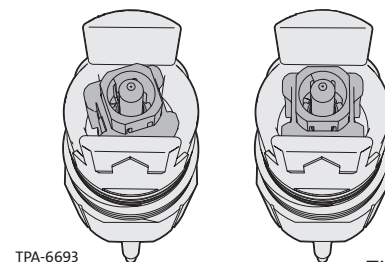

Figure 16
Étape 3 : après l'étape 2, il se peut que le connecteur ne soit pas parfaitement aligné dans le corps de l'adaptateur (Figure 16, à gauche). Les côtés plats du connecteur doivent être parallèles aux côtés plats à l'intérieur de l'adaptateur. Dévisser le boîtier de l'adaptateur d'une fraction de tour (environ 5 degrés) jusqu'à ce qu'il soit correctement orienté (Figure 16, à droite). NE PAS dévisser plus que nécessaire.